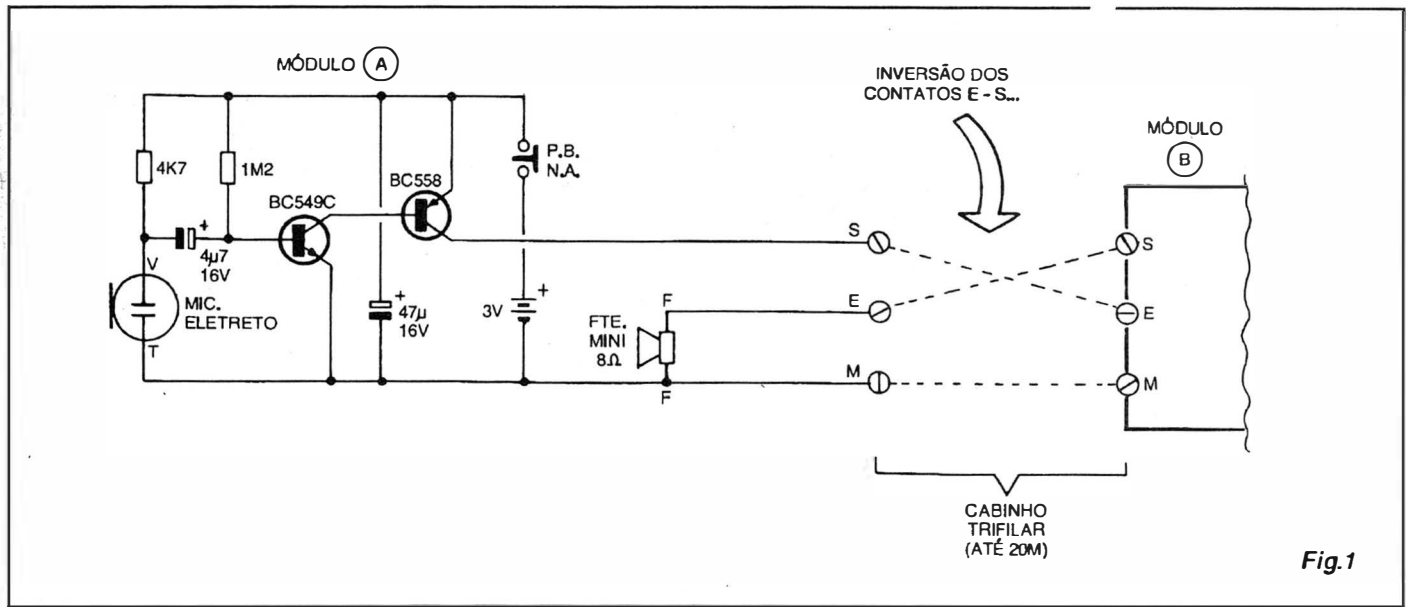

Fig.1
- FIG. 1 - DIAGRAMA ESQUEMÁTICO DO CIRCUITO - A figura mostra, em *esquema*, apenas um dos dois módulos necessários, já que ambos são *rigorosamente iguais*... Nada mais do que um
- FIG. 6 - INTERLIGANDO OS MÓDULOS (E TELEFONANDO...) - Depois de montados e verificados os dois módulos, resta *esticar* a cabagem trifilar entre os dois pontos de comunicação desejados, guardando o limite recomendado de 20 metros (quem quiser testar distância maiores, poderá fazê-lo, porém com distâncias muito longas *podem* começar a surgir interferências ou perdas notáveis...). Um ponto é **fundamental** para o funcionamento do **TEB2**: os terminais **M** de ambos os módulos *devem* ser simplesmente interligados, porém os terminais **S** e **E** dos módulos, *devem* receber interligação *cruzada*, ou seja: o **S** do módulo **A** deve ser ligado ao **E** do módulo **B**, e vice-versa (observar também o *esquema* na FIG. 1...). Isso feito, tudo já estará pronto para a comunicação (obviamente considerando que existam pilhas nos suportes dos dois módulos...). Durante a *conversa*, **quem fala deve manter apertado o seu interruptor** (e *enquanto fala...*)... Lembra essa regra simples, tudo se resume em... tagarelar à vontade! A voz chegará firme, clara, em volume perfeitamente audível (melhor até do que o normalmente verificado num telefone *de verdade*...). Lembrar que embora danos não sejam causados por causa disso, quem está - no momento - *ouvindo*, **não** deve premir o seu *push-button*, pois isso pode acarretar realimentações acústicas (microfonia, apito nos alto-falantes...) que atrapalharão a comunicação... Percebam que, estando os módulos *em repouso*, suas alimentações estarão automaticamente desligadas, em virtude da ação dos interruptores momentâneos tipo Normalmente Abertos... Entretanto, como o alto-falante de *cada* módulo é excitado pelo circuito do *outro* módulo, persiste a condição de *qualquer lado poder chamar o outro lado a qualquer momento!* A única diferença para um telefone real, é que não está prevista uma *sineta* de chamada... Entretanto, se a pessoa se encontrar próxima ao aparelho, poderá ouvir a voz de quem está chamando, já que o volume (embora *maneiro*...) não é tão baixo assim!